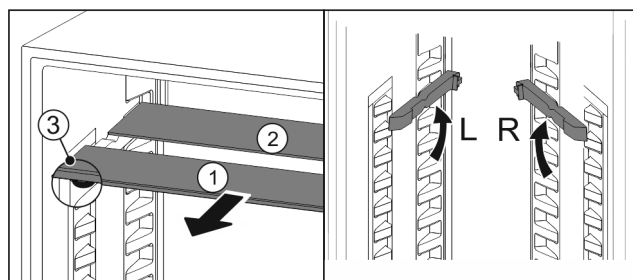

Fig. 94
- ▶ По одной извлеките Fig. 94 (1) стеклянные панели движением вперед.
- ▷ Стеклянная панель Fig. 94 (1) с декоративной планкой лежит спереди.
▷ Стопоры Fig. 94 (3) показывают вниз.